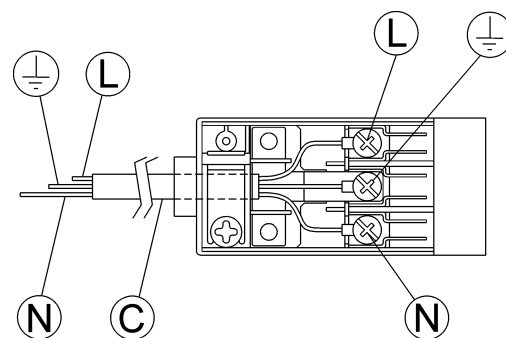

ABB. 11
- falls am Stromanschlusskabel "C" kein Stecker montiert ist (s. Abb. 11), so ist ein geeigneter Stecker zu montieren, der für die auf dem Hinweisticket angegebenen Leistungsdaten geeignet ist. Die Drähte sind wie in Abb. 11 angegeben anzuschließen, wobei auf folgende Übereinstimmungen zu achten ist.